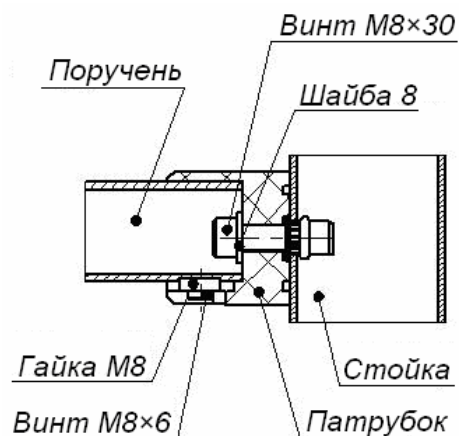

Рисунок 9. Схема крепления поручней к вертикальным стойкам с использованием прямого патрубка типа PERCo-BH02 0-00
2. На обеих стойках секции закрепите винтами М8×30 по два патрубка для крепления поручней (см. рис. 9, 10). Винты входят в комплект поставки патрубков.